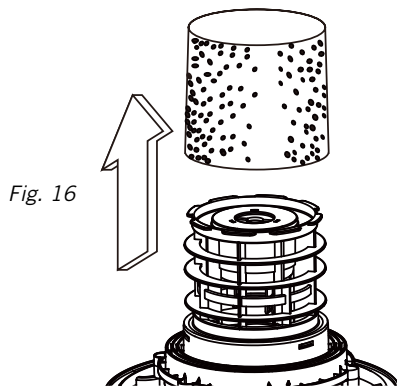

Fig. 16
25. Para quitar el filtro de espuma para aspirar en mojado, coloque el cabezal motriz boca abajo y quite cuidadosamente el filtro de espuma para aspirar en mojado **19**. **Fig. 16.**